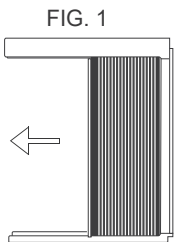

FIG. 1
- Maintenez le panneau latéral avec une main et tirez doucement le ventre vers l'arrière pour libérer l'extrémité ouverte. Voir la FIG. 1.